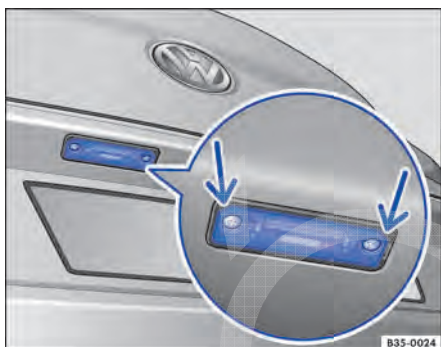

Fig. 250 No para-choque traseiro: lanterna da placa de licença.
2.	Com a chave de fenda das ferramentas de bordo ⇒ Página 390 remover os parafusos da lanterna da placa de licença ⇒ Fig. 250 (setas).